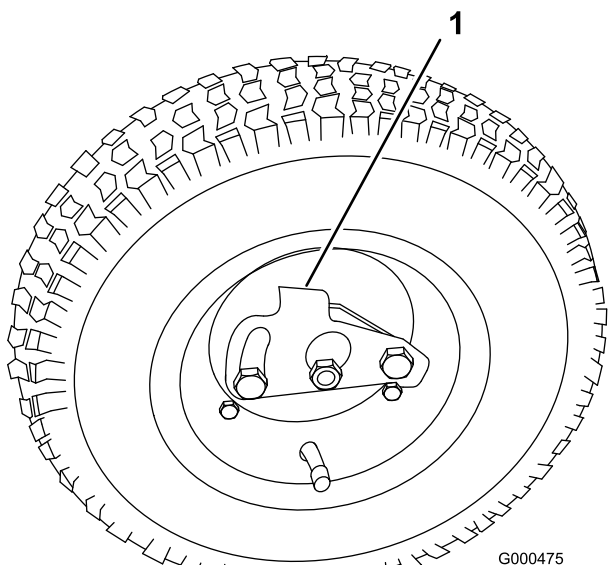

Figura 8
2. Empurre o dispositivo de bloqueio da roda para o centro da roda e deslize a roda na direção do veio hexagonal (Figura 8).